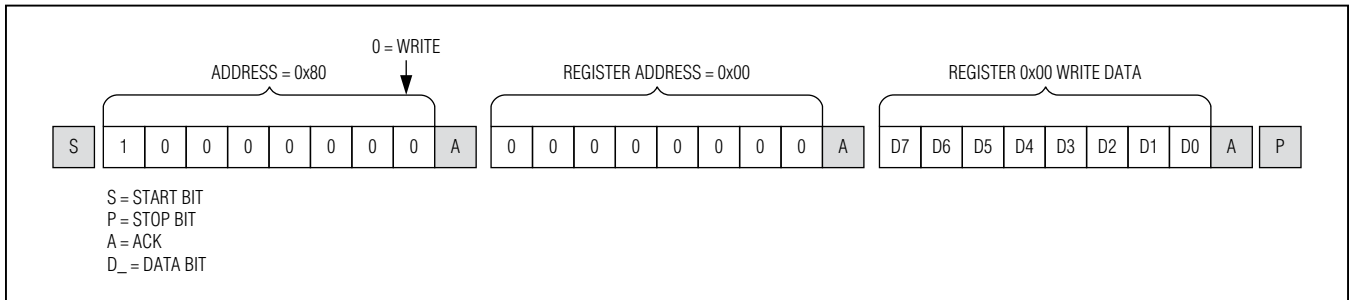
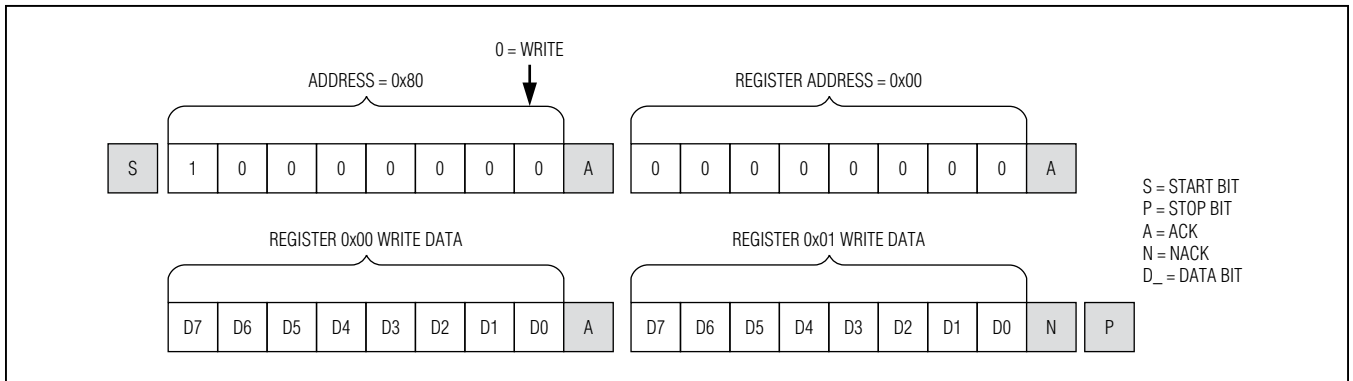

图28. I²C写操作格式
图29. 写多个寄存器的格式
字节为寄存器地址或命令字节。寄存器地址决定下个字节(如果收到的话)写入器件的哪个寄存器。如果在收到寄存器地址后检测到STOP (P)条件，器件除了储存寄存器地址外不采取其它动作(图28)。寄存器地址字节之后接收的是数据字节。第一个数据字节存储至寄存器地址所选的寄存器，随后的数据字节分别存储在后续的寄存器(图29)。如果在STOP条件之前收到了多个数据字节，这些字节将存储到后续的寄存器，寄存器地址自动递增。